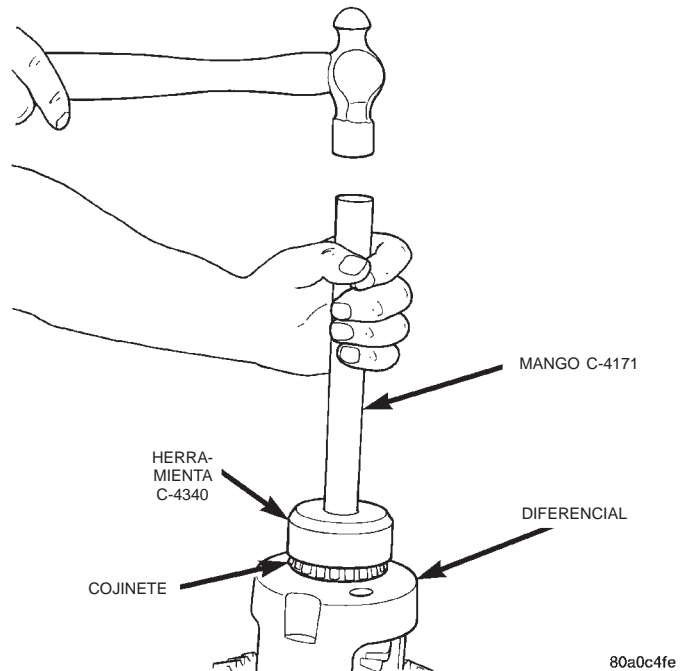

Fig. 39 Instalación de los cojinetes laterales del diferencial
- (1) Con la herramienta C-4340 y con el mango C-4171, instale los cojinetes laterales del diferencial (Fig. 39).
- (2) Instale la caja del diferencial en la caja del eje.